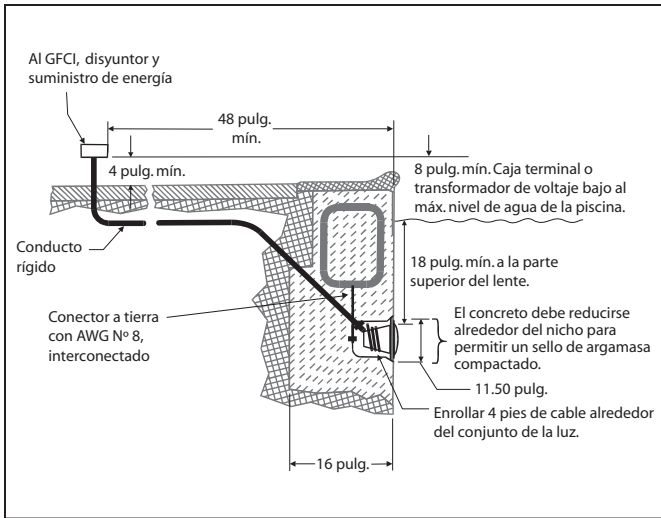
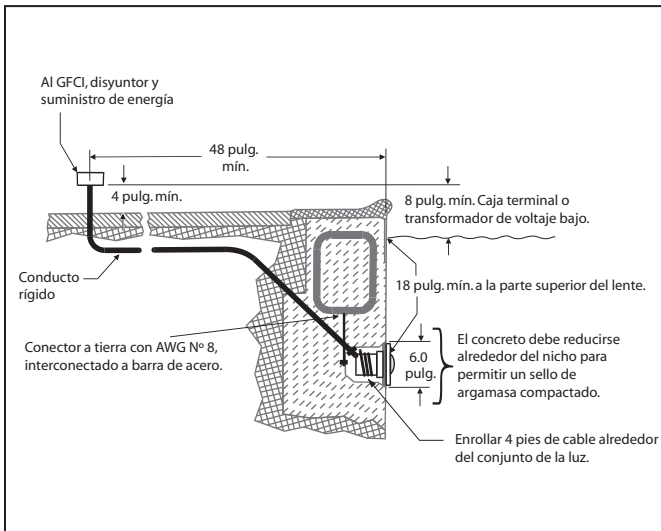

Figura 1. Instalación de la luz blanca Jandy para piscinas
Figura 2. Instalación de la luz blanca Jandy para spas
NOTA: El electricista debe completar los pasos de preparación antes de instalar la luz; véase Figura 1 (o Figura 2, para spas).
- La caja terminal (o un transformador de voltaje bajo para los modelos de 12 voltios) debe ubicarse al menos a ocho (8) pulgadas por encima del nivel del agua, al menos a cuatro (4) pulgadas por encima del nivel del suelo o del perímetro exterior de la piscina, y al menos a cuatro (4) pies del borde de la piscina o el spa; véase Figura 1 para piscinas y Figura 2 para spas.
- La luz y todos los elementos metálicos que estén a menos de cinco (5) pies de la piscina o el spa deben estar correctamente interconectados y tener una conexión a tierra fiable.
- El nicho debe estar instalado correctamente, de manera que la parte superior del lente de la luz subacuática se encuentre al menos a 18 pulgadas por debajo de la superficie de agua en la piscina o el spa; véase Figura 1 o 2.
- El nicho debe tener sus partes metálicas correctamente interconectadas y una conexión a tierra a través de un conector a tierra AWG N° 8 ubicado en la parte trasera del nicho; véase Figura 1 o 2.
la caja terminal, y deje al menos cuatro (4) pies de cable en la luz para enrollarlo alrededor de la misma; véase Figura 1 (o Figura 2, para spas). Estos cuatro (4) pies de cable alrededor de la luz facilitan el mantenimiento una vez que la piscina o el spa estén llenos.
2. Corte el cable en la caja terminal, y deje al menos seis (6) pulgadas de cable para realizar las conexiones.
3. Pele seis (6) pulgadas de la camisa del cable para dejar al descubierto los tres cables aislados. *Tenga cuidado de no dañar el aislamiento de los tres (3) cables internos.*
4. Instale el aliviador de tensión en la camisa del cable y conecte los tres (3) cables a los circuitos correspondientes en la caja terminal. Instale la cubierta de la caja terminal
2. La caja terminal (o un transformador de voltaje bajo para los modelos de 12 voltios) debe ubicarse al menos a ocho (8) pulgadas por encima del nivel del agua, al menos a cuatro (4) pulgadas por encima del nivel del suelo o del perímetro exterior de la piscina, y al menos a 48 pulgadas del borde de la piscina o el spa; véase Figura 1 (o Figura 2, para spas).
3. La luz y todos los elementos metálicos que estén a menos de cinco (5) pies de la piscina o el spa deben estar correctamente interconectados y tener una conexión a tierra fiable.
4. El nicho debe estar instalado correctamente, de manera que la parte superior del lente de la luz subacuática se encuentre al menos a 18 pulgadas por debajo de la superficie de agua en la piscina o el spa; véase Figura 1 (o Figura 2, para spas).
5. El nicho debe tener sus partes metálicas correctamente interconectadas y una conexión a tierra a través de un conector a tierra AWG N° 8 ubicado en la parte trasera del nicho; véase Figura 1 (o Figura 2, para spas).
5. Deje al menos cuatro (4) pies de cable para enrollarlo alrededor de la luz; véase Figura 1 (o Figura 2, para spas). Esto permite que la luz reciba mantenimiento luego de que la piscina o el spa estén llenos.
6. Corte el cable en la caja terminal, deje al menos seis (6) pulgadas para realizar las conexiones.
7. Pele seis (6) pulgadas de la camisa del cable para dejar al descubierto los tres cables aislados. Tenga cuidado de no dañar el aislamiento de los tres (3) cables internos.
8. Instale el aliviador de tensión en la camisa del cable y conecte los tres (3) cables a los circuitos correspondientes en la caja terminal. Instale la cubierta de la caja terminal.